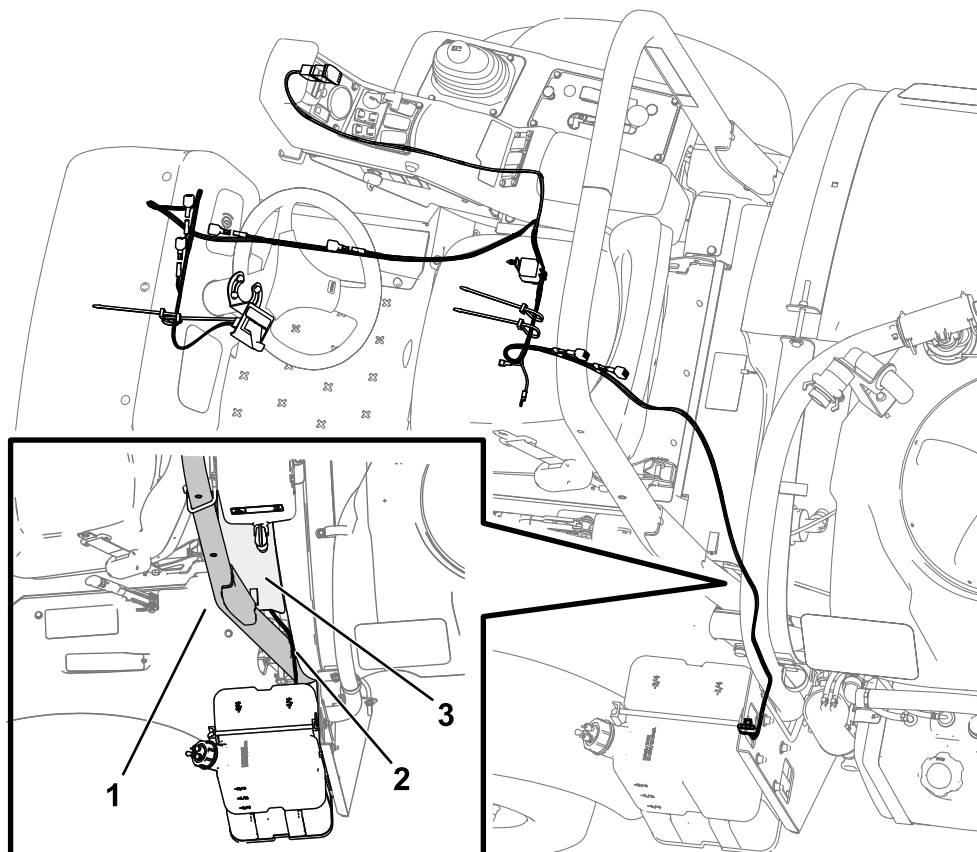

Рисунок 5
1. Проложите жгут проводки от компрессора пенного маркера позади конструкции защиты оператора при опрокидывании машины (ROPS) и под защитной пластиной (Рисунок 5).